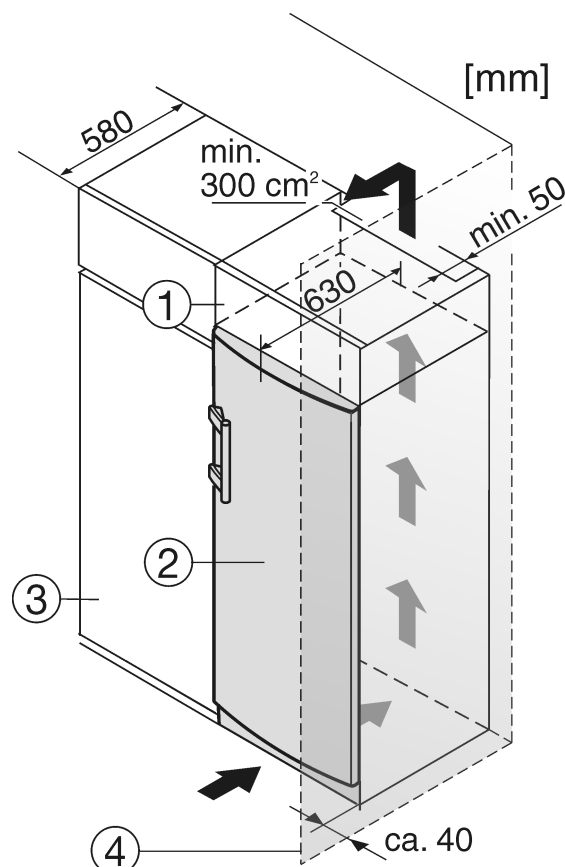

Fig. 8
- (1) Nástavná skříňka
- (2) Přístroj
- (3) Kuchyňská skříň
- (4) Stěna
Při montáži do kuchyňských skříní (hloubka max. 580 mm) lze přístroj instalovat hned vedle kuchyňské skříně Fig. 8 (3). Dvířka přístroje přesahují přední stěnu kuchyňské skříně na stranách o 34 mm a uprostřed o 50 mm. To umožňuje jejich volné otevírání a zavírání.
Když se přístroj instaluje závěsy vedle stěny Fig. 8 (4), musí být vzdálenost přístroje od stěny alespoň 40 mm. To odpovídá přesahu madla při otevřených dvířkách.